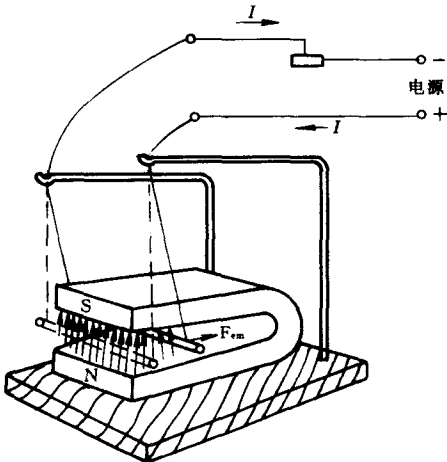

图 1-3 载流导线在磁场中产生电磁力
(2) 电动机左手定则。如图 1-3 所示，如果我们把一根载流导线置于磁场中，这时就会看到导线因产生电磁力  $F_{em}$  而移动。如改变导线中通过的电流方向，则导线移动的方向也将相反，变成在磁极之间由内向外移动。